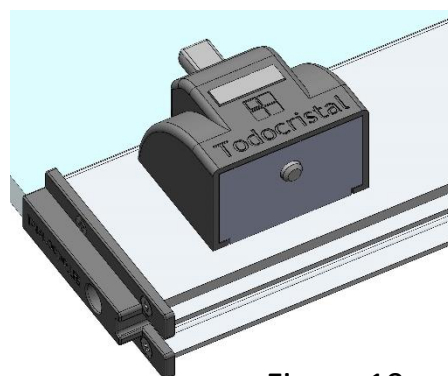

Figura 19
- Girar el Punzón por la parte inferior hasta que el punzón encaje en la apertura superior del embellecedor y deslizar el embellecedor hasta que el Bloqueo encaje en la cavidad frontal del embellecedor sujetando mientras tanto el punzón (Figura 19).